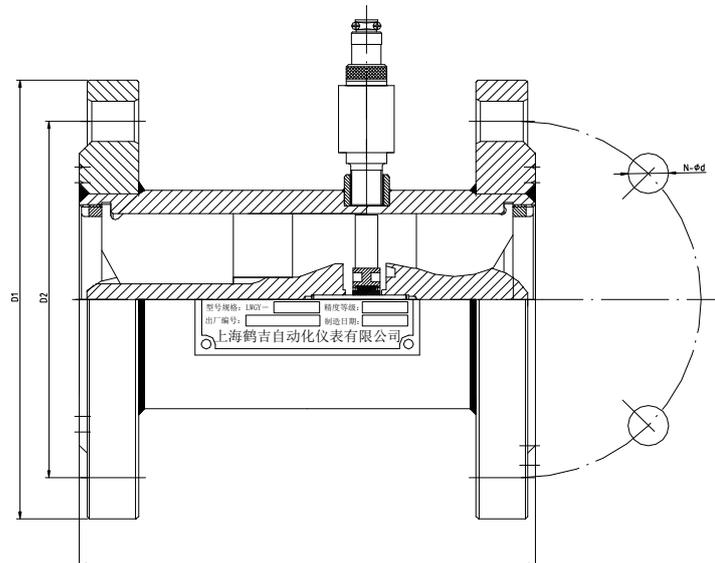

图 4-2 DN40~300 外形
b). 公称通径 DN40~300 的气体涡轮流量传感器(见图 4-2, 表 4-2)